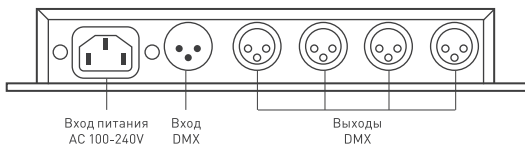

Рисунок 2. Размещение разъемов.
- 3.3. Подключите провода от контроллера DMX к входу DMX-сплиттера (Рисунок 2). Распадка разъемов приведена на рисунке 3. Соблюдайте полярность при подключении проводов.